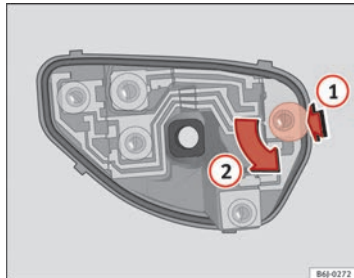

Abb. 163 Glühlampenersatz Rückleuchten
- Nach dem Abnehmen des Lampenträgers drücken Sie in Richtung des Pfeils (1) und drehen gleichzeitig in Richtung des Pfeils (2) ⇒ Abb. 163.